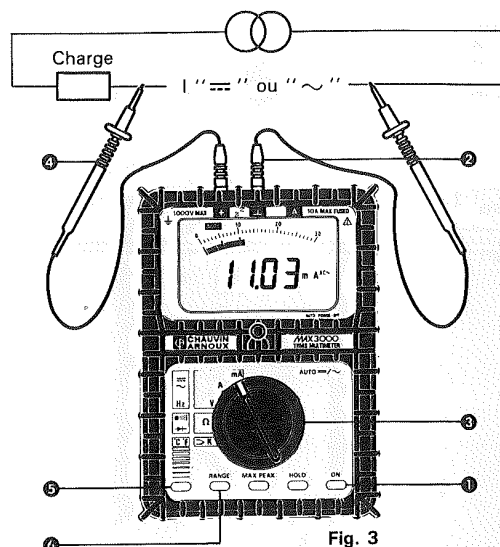

Fig. 3
- 4 Effectuer la mesure d'intensité comme indiqué ci-contre (Fig. 3).